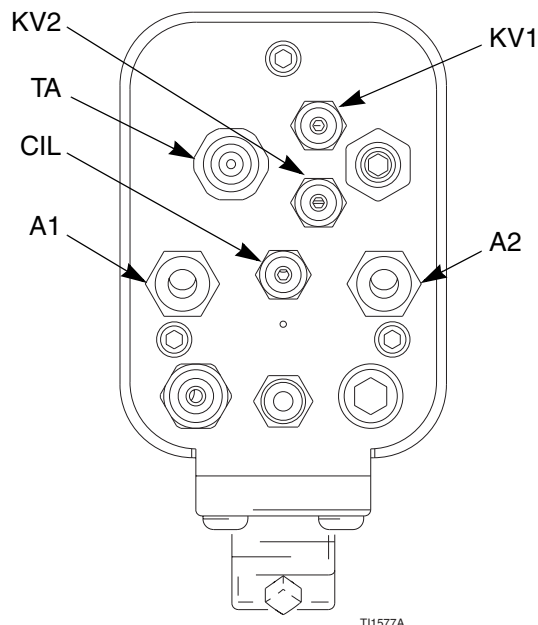

Fig. 12. Connessioni aria del collettore
4. Usare il regolatore di pressione dell'aria nella linea di alimentazione dell'aria (A1) per regolare il grado di nebulizzazione. Vedere Fig. 12. Ad esempio, per una frequenza di fluido di 10 once al minuto (0,3 litri/min), una pressione di nebulizzazione tipica sarà di circa da 1,4 a 2,1 bar (0,14–0,21 MPa) al collettore della pistola.
2. Attivare la pistola, quindi accendere l'aria della turbina (TA). Vedere Fig. 12.
1. Applicare una pressione dell'aria minima di 3,5 bar (0,35 MPa) al raccordo di comando aria (CYL) per attivare la sequenza di nebulizzazione dell'aria (A1), l'aria del ventaglio (A2) e del fluido (P1). Vedere Fig. 12.
2. Spegnerle le funzioni della pistola e riaccenderla utilizzando le valvole solenoide del comando aria (CYL) e le linee di alimentazione dell'aria (TA).